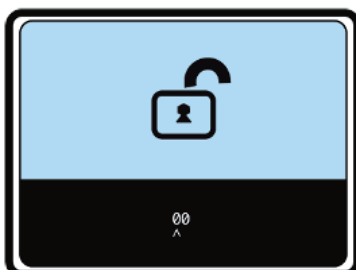

Abb. 10: Benutzer-PIN nicht eingestellt oder inaktiv
- a. Sind beide korrekt, wird die Benutzer-PIN auf inaktiv gesetzt, und das Gerät wird zur Bearbeitung entsperrt (siehe ABBILDUNG 10).